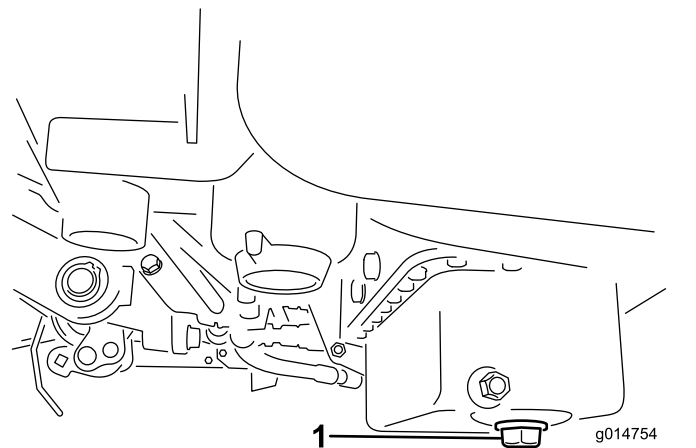

Bild 43
1. Entfernen Sie die Ablassschraube und lassen das Öl in eine Auffangwanne ab. Schrauben Sie die Ablassschraube wieder ein, nachdem das Öl abgelassen ist (**Bild 43**).